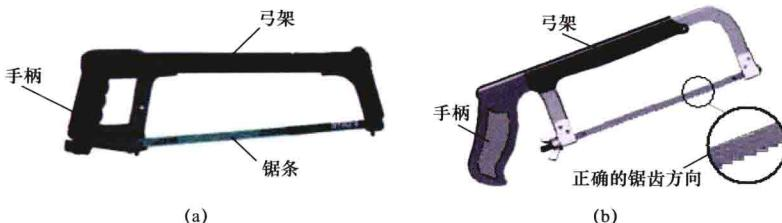

图1-13 手锯
(1) 锯弓。锯弓是用来夹持和拉紧锯条的工具，有固定式和可调式两种，如图1-13所示。固定式锯弓的弓架是整体的，只能装一种长度规格的锯条。可调式锯弓的弓架分成前后两段，由于前段在后段套内可以伸缩，因此可以安装几种长度规格的锯条。
(2) 锯条。锯条安装时要安正、上紧，锯齿方向应如图1-13 (b) 所示。锯条粗细要根据加工材料的硬度、厚薄来选择。锯割软的材料（如铜、铝合金等）或厚材料时，应选用粗齿锯条，因为锯屑较多，要求较大的容屑空间。锯割硬材料（如合金钢等）或薄板、薄管时，应选用细齿锯条，因为材料硬，锯齿不易切入，锯屑量少，不需要大的容屑空间。锯割薄材料时，锯齿易被工件勾住而崩断，需要同时工作的齿数多，使锯齿承受的力量减少。锯割中等硬度材料（如普通钢、铸铁等）和中等硬度的工件时，一般选用中齿锯条。
(3) 锯割的操作。